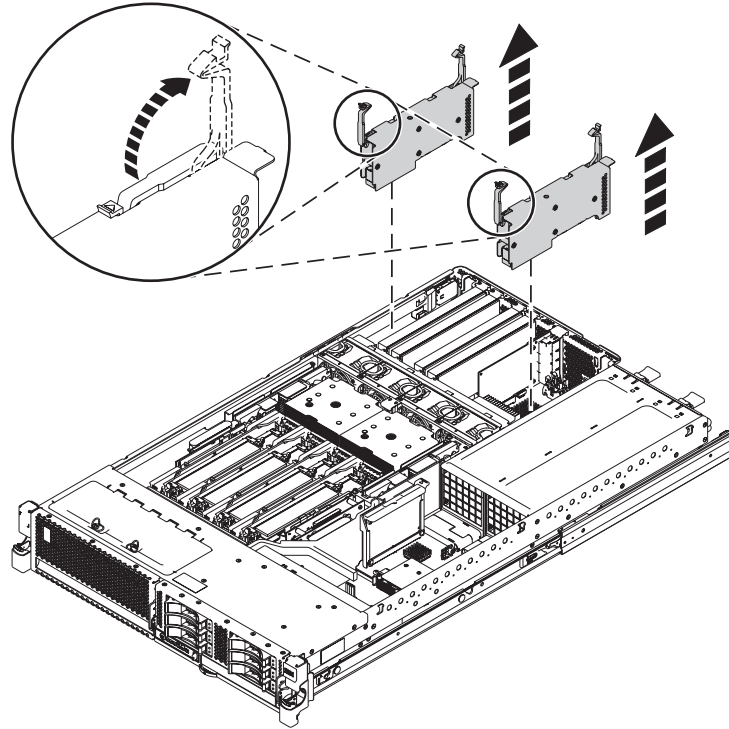

Figure 6. Retrait d'un adaptateur d'un système monté en armoire
14. Avec le système en position de maintenance, retirez le bloc d'adaptateurs existant comme indiqué dans la figure 6, à la page 9. Déverrouillez les taquets de l'adaptateur. Mettez les taquets en position ouverte, puis retirez l'adaptateur du système.